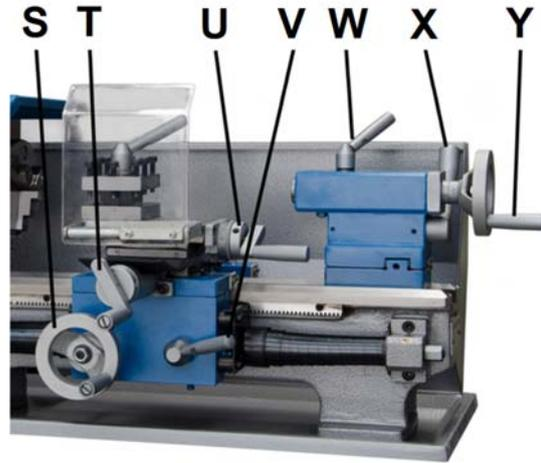

Abb. 10-6: Bedienelemente der Maschine
Schlosskastenverstellweg (S, Abb. 10-6), Querverfahrenweg (T) und Oberschlittenverfahrenweg (U) können auf Längs- und Planvorschub eingestellt werden.
Den Mutterschlossebel (V, Abb. 10-6) nach unten drücken, um den automatischen Längsvorschub zu aktivieren. Zum Deaktivieren nach oben drücken.